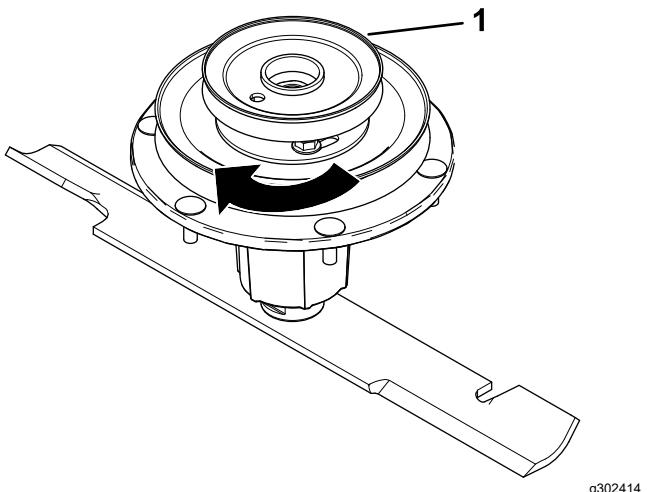

Figure 11
8. Tournez la poulie pour la bloquer en position (Figure 11).